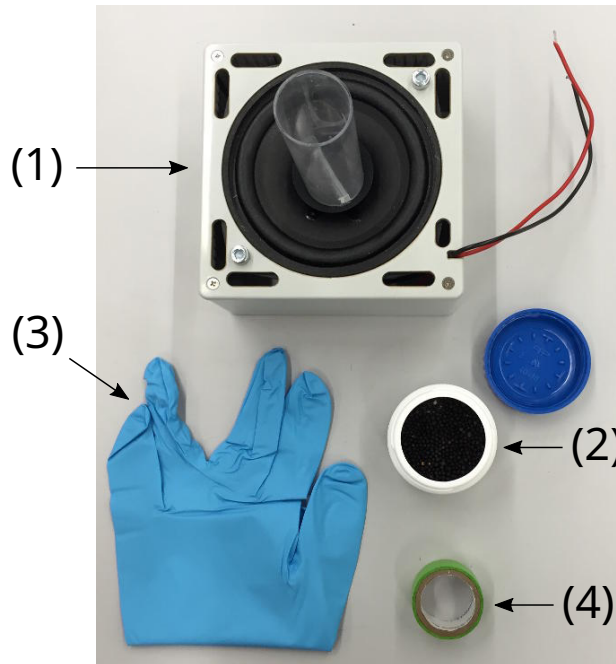

Figura 2: Equipo adicional para este experimento
- La amplitud de la señal de diente de sierra puede ajustarse usando el potenciómetro derecho identificado como *speaker amplitude* (4). Un voltaje DC proporcional a la amplitud de la señal se envía a la salida de monitoreo del controlador de la amplitud del altavoz (6) (que se mide respecto al terminal de tierra GND (7)). Los números se refieren a la fotografía (Figura 2) que se muestra en las instrucciones generales.